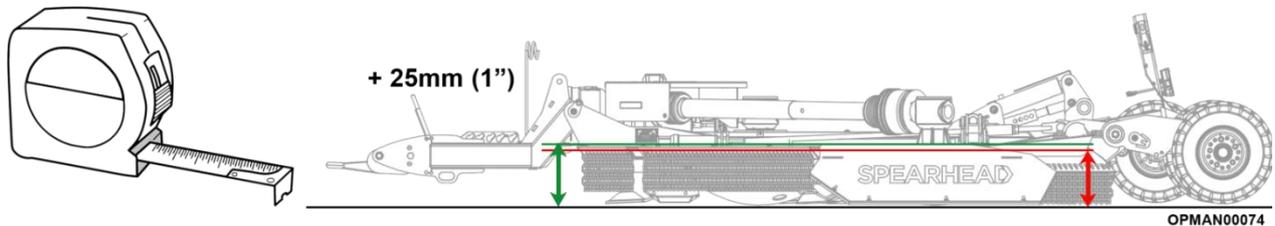

Figure 4.19 – Multicut 460/620 – Mise à niveau avant/arrière de la machine
- 4.7.1.2 Mesurez la distance de chaque extrémité du haut de la barre d'articulation au sol ; voir la Figure 4.19 pour déterminer la hauteur de l'avant et de l'arrière de la machine.
NOTE : N'oubliez pas que les roues peuvent s'enfoncer si la machine roule sur un sol meuble pendant l'utilisation, ce qui modifie la hauteur de coupe réelle ; voir la Figure 4.19. Par mesure de précaution, réglez la hauteur de coupe légèrement plus haut lors de la préparation pour tenir compte de cet enfoncement. Évaluez ensuite la zone de travail et effectuez un nouveau réglage au besoin.